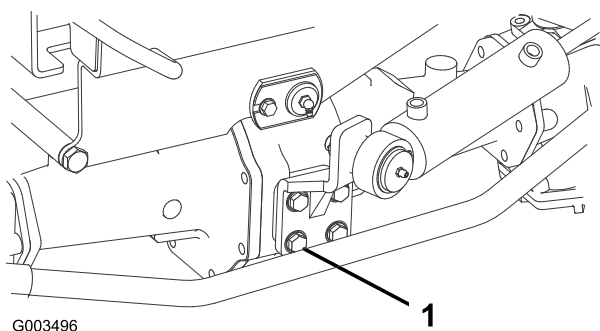

Figura 69
2. Serrate i 4 bulloni del supporto del cilindro di sterzo (Figura 69) a 65-81 N m.